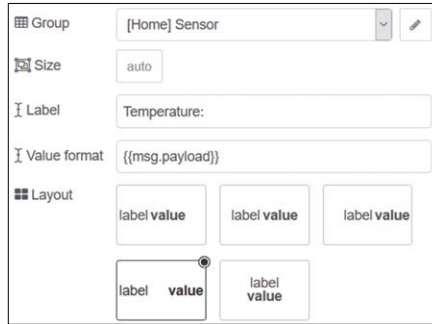

Figure 13.11 Configuration du nœud de texte
- Créer un tableau de bord **texte** nœud et le configurer comme dans la figure 13.11